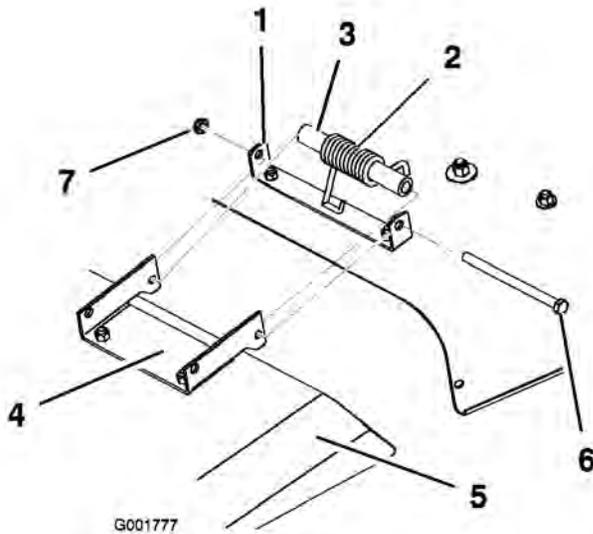

Figure 49
1. Retirez le contre-écrou, le boulon, l'entretoise et le ressort qui fixent le déflecteur aux supports du plateau de coupe (Figure 49).
- Placez le déflecteur d'herbe en face des trous des supports et des extrémités droites des ressorts et des entretoises dans l'espace entre les supports et au-dessus du déflecteur (Figure 49).
- Placez le ressort et l'entretoise de sorte que les extrémités crochues du ressort soient dirigées vers le bas, une extrémité en contact avec le plateau de coupe et l'autre sur le déflecteur (Figure 49).